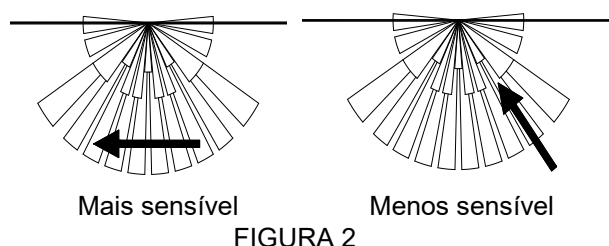

FIGURA 2
- O detetor é mais sensível quando apanha no seu raio de visão um objeto a deslocar-se transversalmente. É menos sensível quando o objeto se dirige diretamente para a cabeça da unidade. (FIGURA 2)